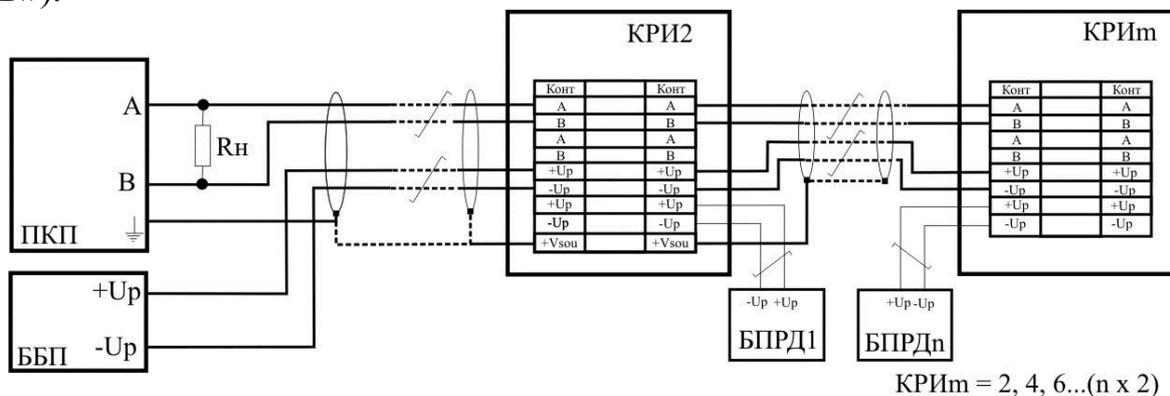

Рис. 10.4
10.6.2 **Кабель БПРД** подключить к зажимам КРИ (КССТ-1, КССТ-2, КС-1, КС-2 или др.) в соответствии с маркировкой, рис.10.4 и табл. 10.3. (табл. 10.4 для модификации